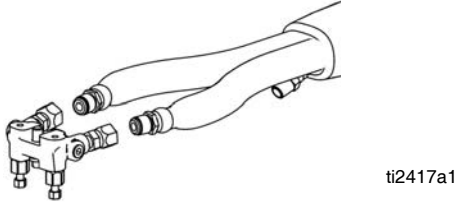

FIG. 13
9. Para modelos con una válvula MD2 conecte la manguera flexible a la entrada del fluido de la válvula de componente MD2 A (Rojo) y B(Azul). Para los modelos con pistola dispensadora, conecte la manguera flexible al colector de caudal de la pistola. No conecte el colector a la pistola. Vea FIG. 13.